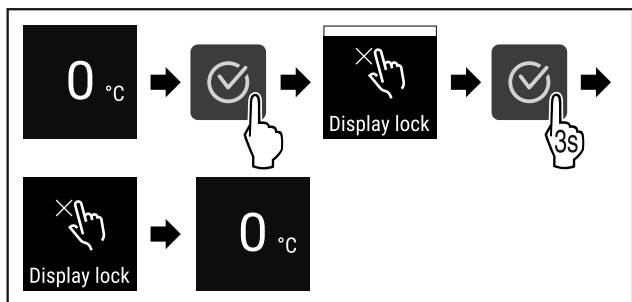

Fig. 45
- ▶ Wykonać czynności (patrz Fig. 45).